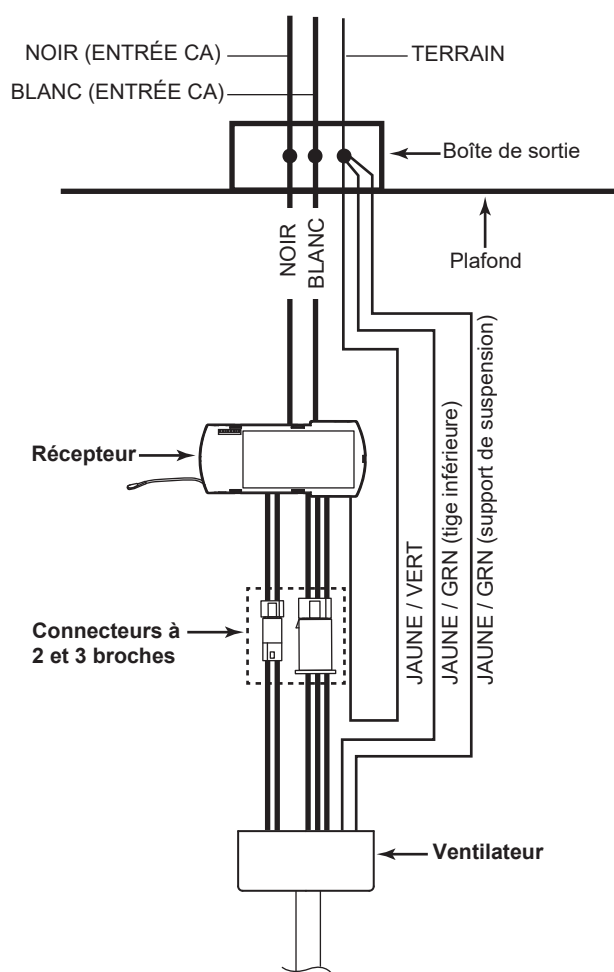

Figure 12
2. Effectuez les connexions filaires du ventilateur au récepteur. (Fig. 12)
3. Effectuez les connexions des fils du récepteur et du ventilateur à la boîte de sortie comme suit, en utilisant les serre-fils. (Fig. 12)